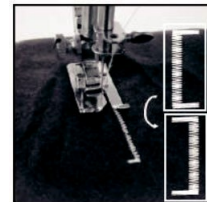

Abb.18
- 5) Heben Sie den Nähfuß an und drehen Sie den Stoff um 180° (Abb.18).